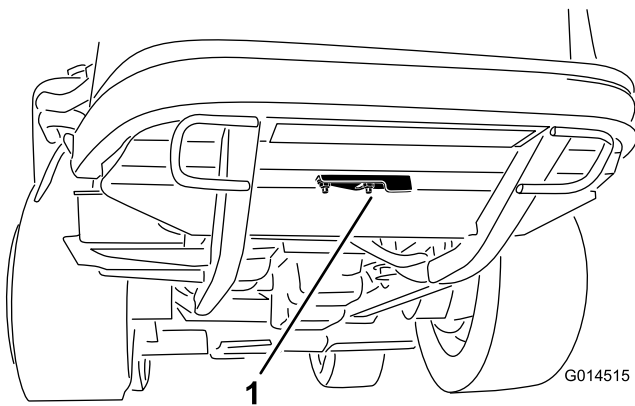

Figura 43
2. Allentate il dado flangiato che fissa il coperchio dell'accesso per la pulizia sotto il telaio posteriore (Figura 43). Ruotate il coperchio di lato per aprire l'accesso per la pulizia nel telaio.